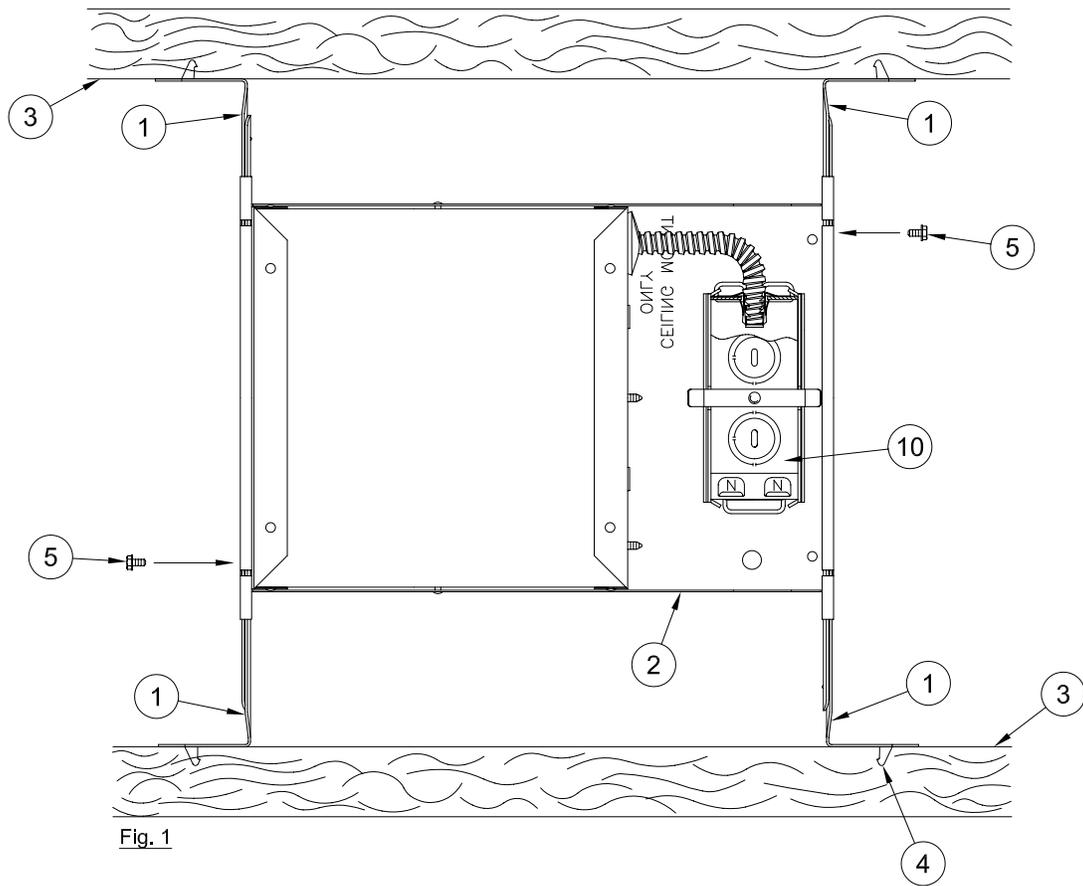

Fig. 1
- 1.- Slip Bar Hangers (1) through Slots in Plaster Frame (2). Hold Frame (2) in desired position between Joists (3) and drive Bar Hanger Tabs (4) into Joists. Use Nails through Holes in Bar Hanger ends for additional support if required. Install Bar Hanger Locking Screws (5) in ends of Plaster Frame (2) to prevent lateral movement of Plaster Frame. (See Fig. 1 and 2)
- 1.- Introduzca los colgadores de barra (1) en las ranuras en el armazón enyesado (2). Mantenga el armazón enyesado (2) en la posición deseada entre las viguetas (3) y clave las pestañas de colgadores de barra (4) en las viguetas. Clave por los agujeros en los cabos de colgadores de barra para proporcionar soporte adicional cuando sea necesario. Enrosque los tornillos de seguridad de colgadores de barra (5) en las extremidades del armazón enyesado (2) para evitar algún movimiento lateral del armazón de enyesado. (Vea Fig. 1 y 2).
- 1.- Introduisez les barres de suspension (1) dans les rainures du cadre en plâtre (2). Tenez le cadre (2) dans la position désirée entre les solives (3) et clouez les pattes de barres de suspension (4) dans les solives. Enfoncez des clous dans les trous aux bouts des barres de suspension pour offrir plus de support s'il le faut. Vissez les écrous de sûreté de barre de suspension (5) dans les bouts du cadre en plâtre (2) pour éviter la possibilité de mouvement latéral du cadre en plâtre. (Voir Fig. 1 et 2).